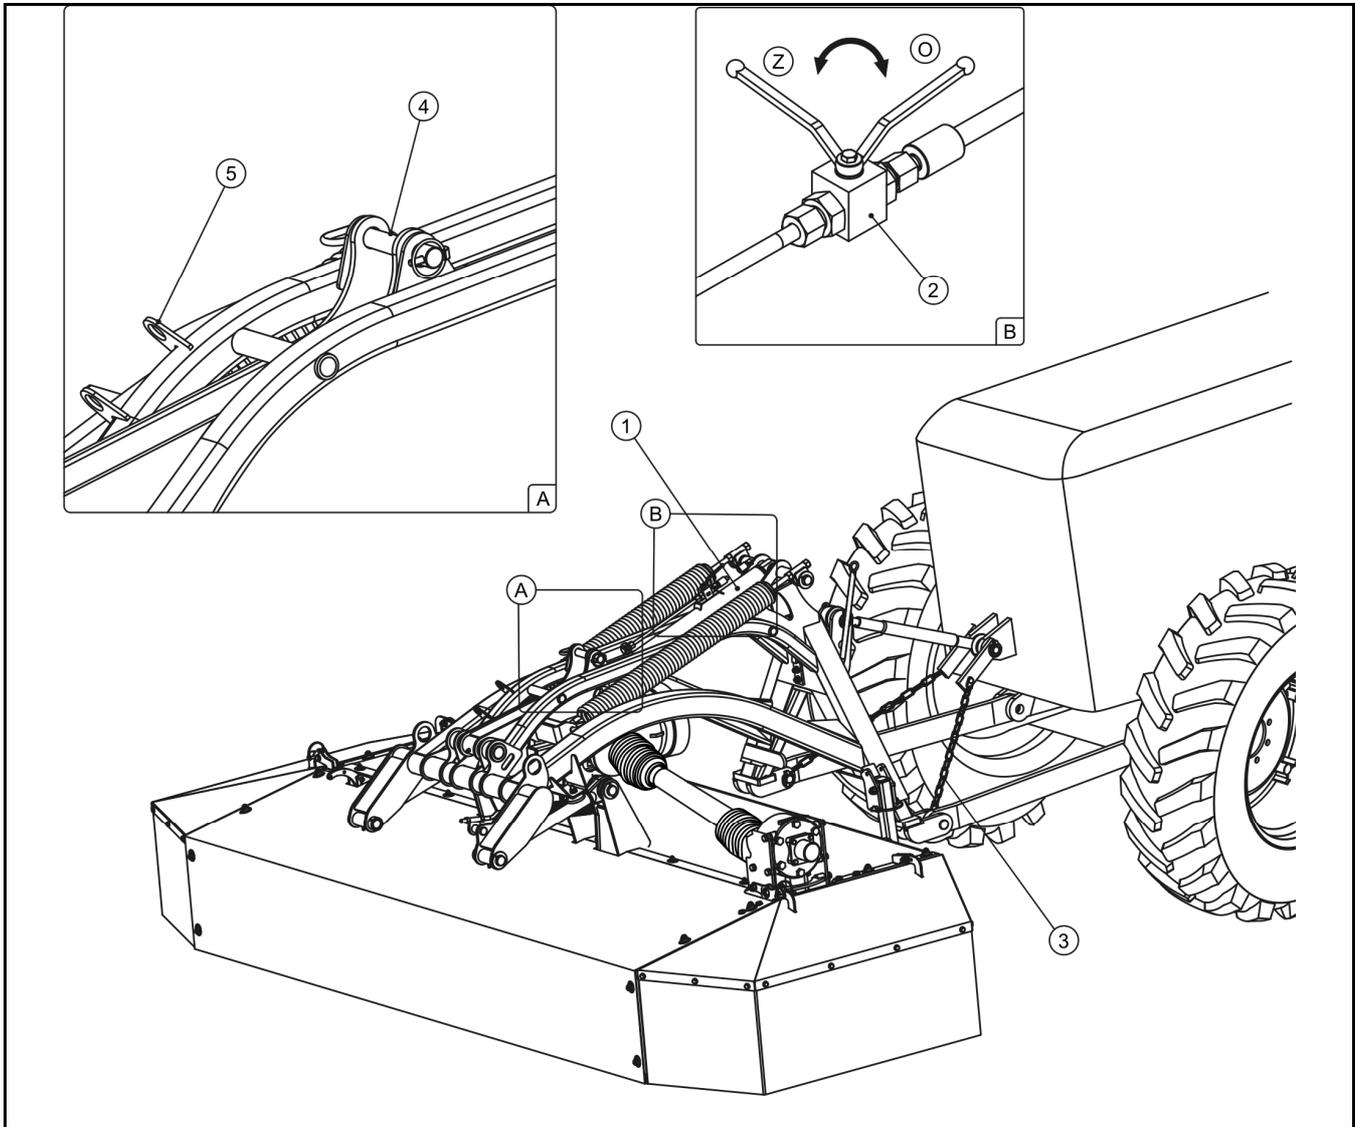

ABBILDUNG 4.3 Sichern der Mähmaschine in der Transportstellung
- heben Sie den Hauptrahmen zusammen mit der Schneideinheit mit dem Hydraulikzylinder der Mähmaschine (1) an (ABBILDUNG 4.3), indem Sie den Hebel der externen Hydraulik des Traktors betätigen.
- Sichern Sie die Mähmaschine gegen Herunterfallen, indem Sie das Absperrventil (2) schließen, das sich am Zylinder befindet. Bringen Sie das Ventil in die Position (Z).
- sichern Sie sie mit den Entlastungsketten (3) (ABBILDUNG 4.3), wenn die unteren Zugstangen der Dreipunktaufhängung des Traktors unter dem Gewicht der Maschine nachgeben.
- verriegeln Sie sie in der Transportstellung mit dem Sperrbolzen (4) und sichern Sie es entsprechend mit einem Klappsplint.
- die Mähmaschine ordnungsgemäß mit dem Sicherungsstift (4) verriegelt ist (ABBILDUNG 4.3).
Es ist verboten, die Mähmaschine zu transportieren, wenn sich das Absperrventil (2) des Zylinders in der offenen (O) Position befindet (ABBILDUNG 4.3).